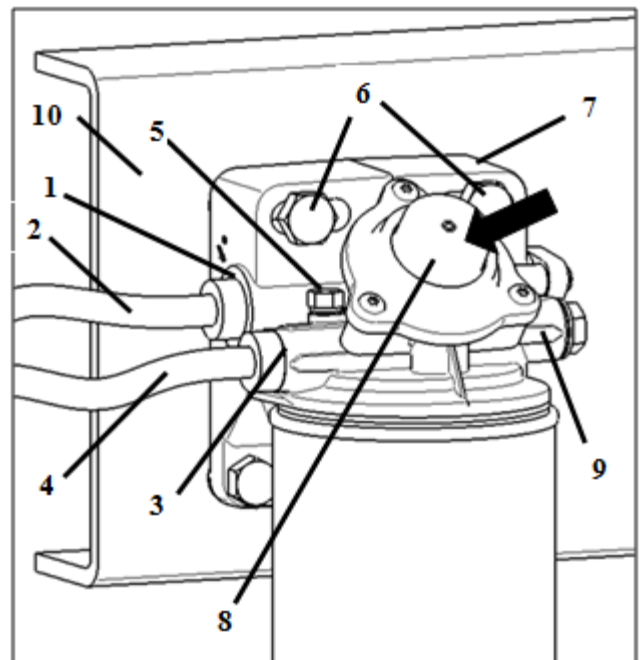

Fig. 3 Montaggio
- Scegliere il posto adatto al telaio del veicolo (pos.10, Fig. 3) (osservare le indicazioni di cui al cap. 4.1).
- Fissare la flangia di montaggio (pos.7, Fig. 3) al telaio (pos.10, Fig. 3) con due viti (pos.6, Fig. 3; M 12 - 8.8) e rondelle (12,5 - ISO 7090) ($Ma = 60 \pm 5 \text{ Nm}$).
- Rimuovere i coperchi all'ingresso (pos. 1, Fig. 3) e all'uscita (pos. 3, Fig. 3).
- Collegare i tubi di alimentazione del carburante (pos.2 e 4, Fig. 3) all'ingresso (pos.1, Fig. 3, filettatura M18 x 1,5) e all'uscita (pos. 3 e/o 9, Fig. 3, filettatura M18 x 1,5).
- Svitare la vite di sfiato apertura di chiave 12 (pos.5, Fig. 3).
- Azionare la pompa a mano (pos. 8, Bild 3) per aspirare carburante.